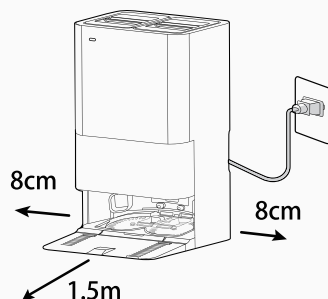

Fig. 3
3. Posizionare la base di ricarica su una superficie piana e non riflettente, preferibilmente contro una parete. Una superficie del pavimento eccessivamente riflettente interferisce con il sistema di orientamento del robot e potrebbe causare difficoltà nel localizzare la base di ricarica. Assicurarsi che vi siano almeno 8 cm di spazio su entrambi i lati e almeno 1,5 m di area libera davanti [Fig. 3]